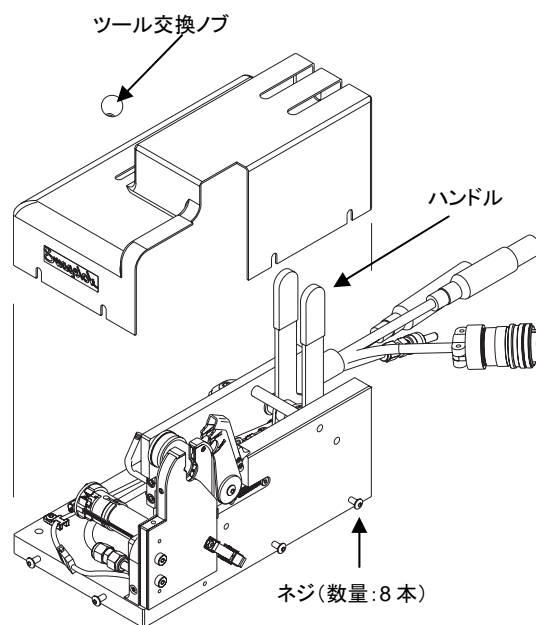

Figure 42 金属製シュラウドの取り外し
6. 金属製シュラウドを垂直に持ち上げてベースから外します。**Fig.42**をご参照ください。